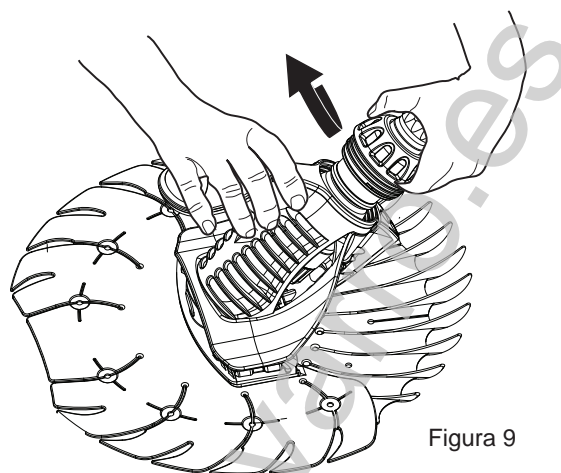

Figura 9
4. Inserte el motor en el cuerpo y enrosque y apriete la tuerca manual (ver Figura 9).